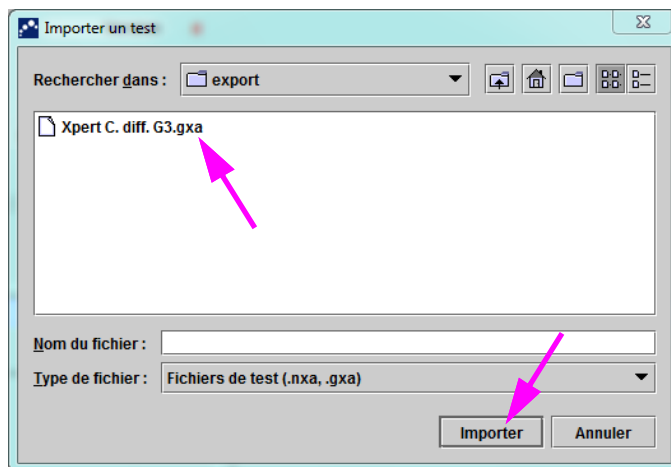

Figure 2-92. Boîte de dialogue Importer un test
2. Cliquez sur **Importer**. La boîte de dialogue Importer un test apparaît. Voir Figure 2-92.
4. Accédez au dossier GeneXpert Systems. Localisez et sélectionnez le fichier de définition du test (.gxa/.nxa), puis cliquez sur **Importer**. Le nom et le numéro de version du nouveau test apparaissent dans la liste des tests (du côté gauche de la fenêtre) et les détails concernant le test s'affichent à la droite de la liste. Voir Figure 2-92.